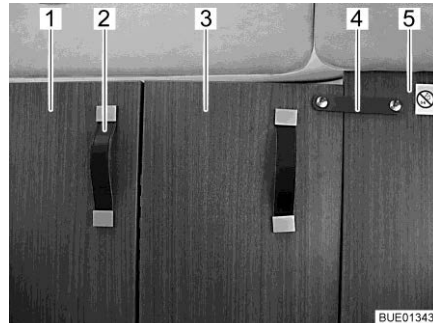

Bild 54 Skiljeplatta till förarhytt, stängd
- Dra in skiljeplattan till förarhytten (Bild 54,1) helt med hållbandet (Bild 54,2).
- Sätt, med låsbandet (Bild 54,4), fast den fällbara delen av skiljeplattan till förarhytten (Bild 54,3) på den fasta mellanväggen (Bild 54,5) bakom passagerarstolen.